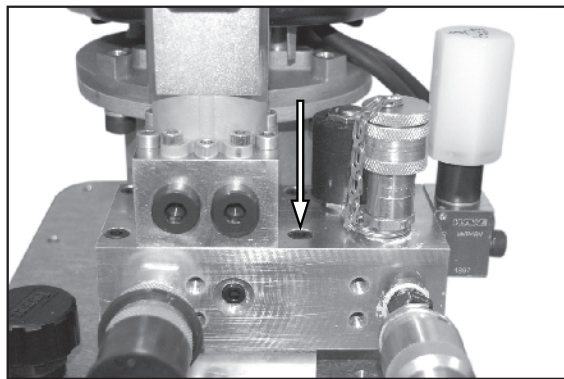

Рис. 61.
- См. рис. 61. Снимите 4 шт. болтов узла манифольда и демонтируйте узел манифольда.